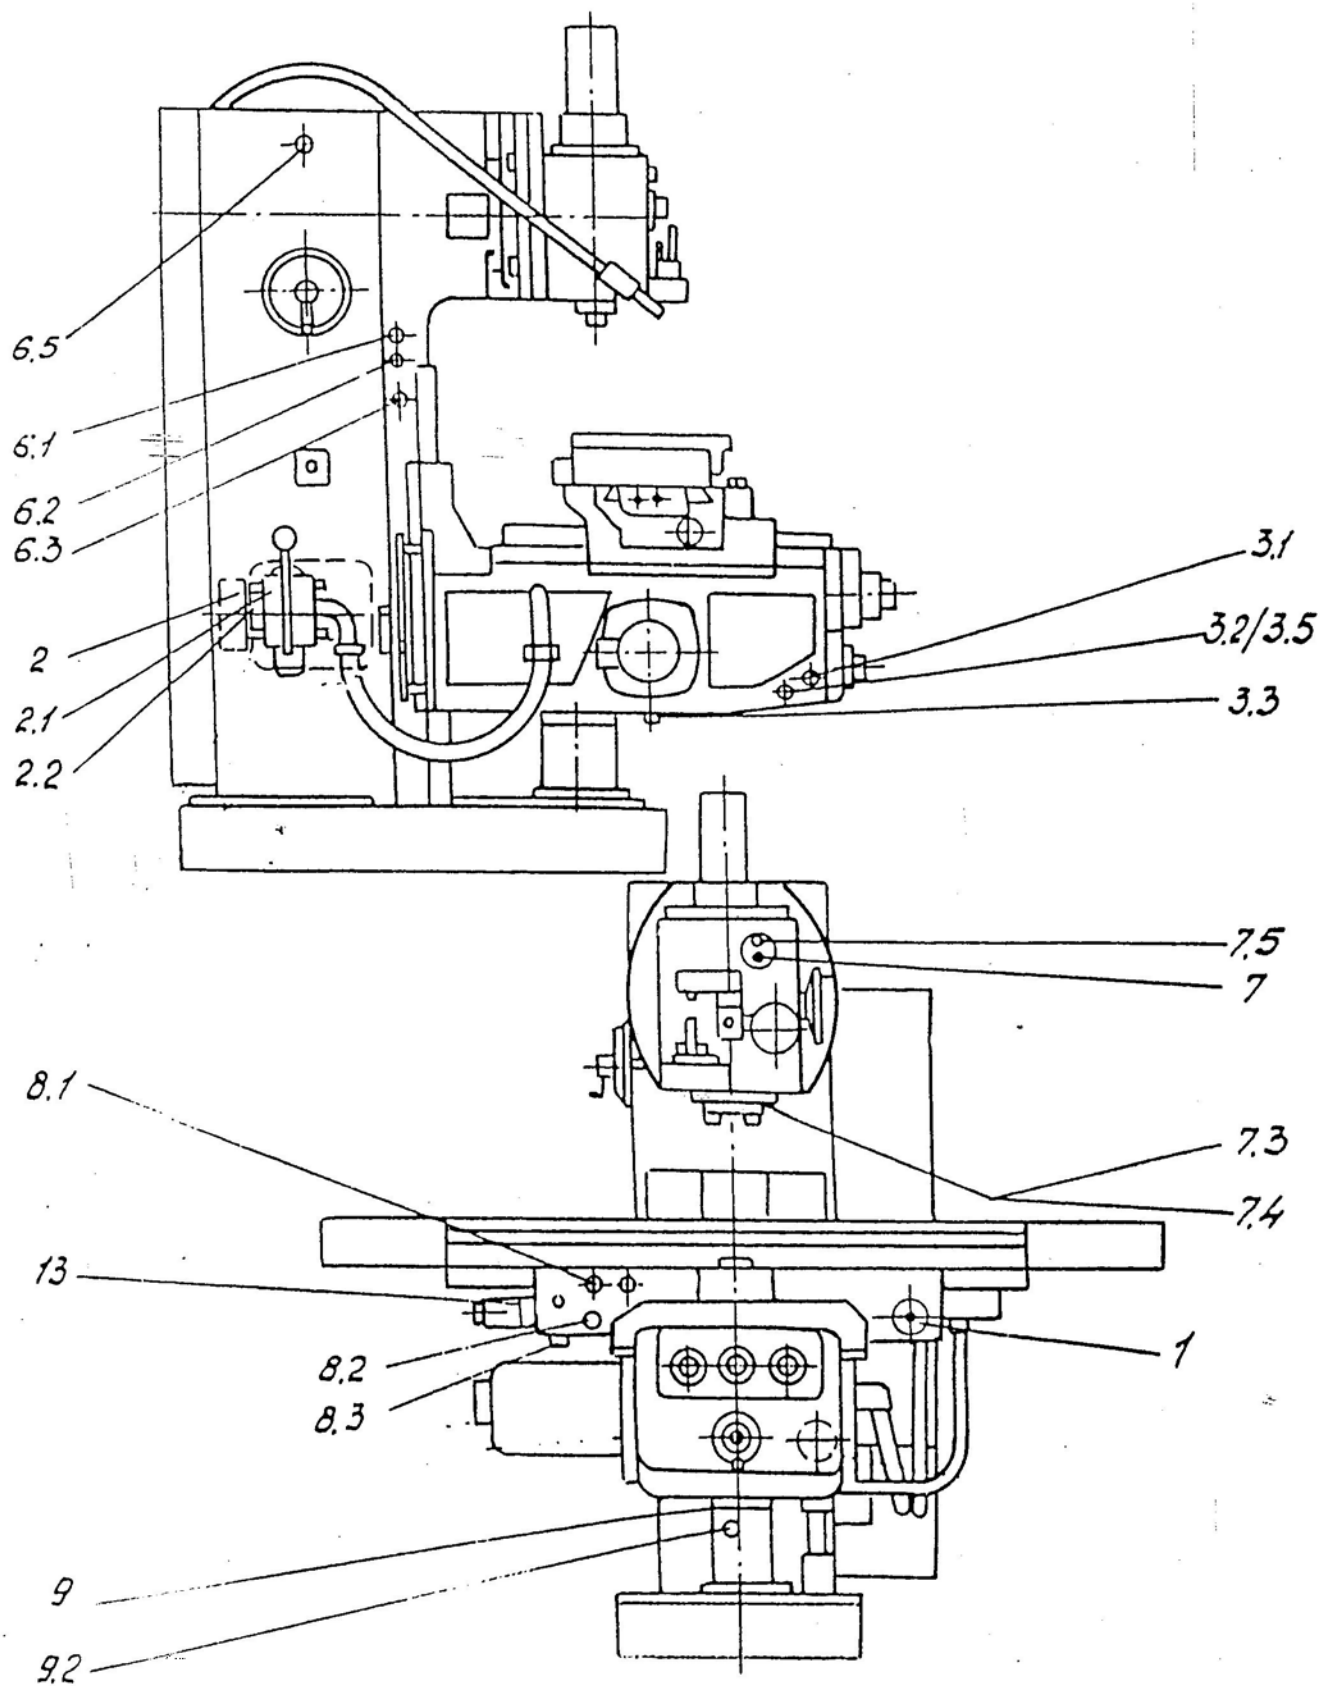

Рисунок 8.1- Точки смазки
Из находящегося в стойке резервуара с заливочным отверстием 6.1 (рисунок 8.1) масло подается шестеренчатым насосом через сетчатый фильтр в коробку главного привода и через распределитель - к соответствующим точкам смазки. Контроль поступающего к распределителю масла осуществляется с помощью фонтанирующей индикации 6.5. Масло, возвращающееся из коробки главного привода, отводится обратно в стойку.
- масло, направляемое из системы циркуляции в коробке главного привода в шпиндель, подается в дозированном количестве путем нажатия на кнопку 7 (рисунок 8.1);
Масляная полость с заливочным отверстием 3.1 (рисунок 8.1) находится в консоли. Привод шестеренчатого насоса осуществляется от вала II механизма подачи. Масло поступает к распределителю, а оттуда - к соответствующим точкам смазки консоли и механизма подачи. После смазки масло собирается в нижней части механизма подачи и отводится обратно в масляную полость консоли.